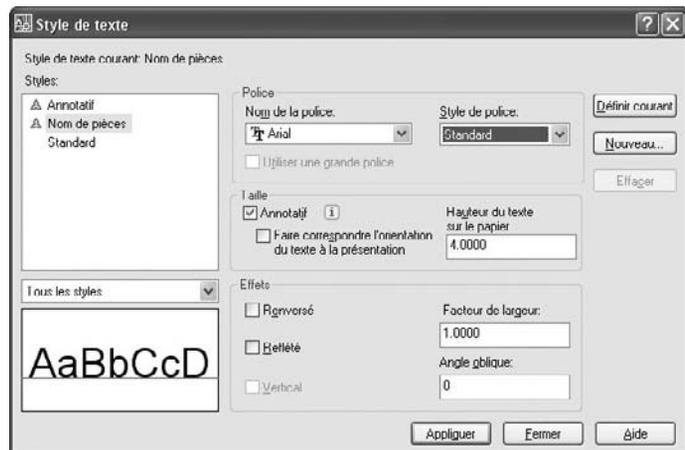

Fig.13.3
**Pour créer un style de texte annotatif, la procédure est la suivante (fig.13.3) :**